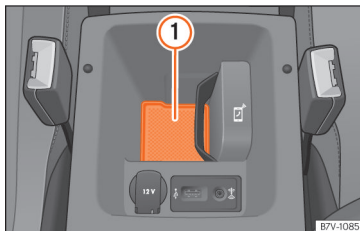

Abb. 232 Ablage in der vorderen Mittelarmlehne zur Anbindung des Mobiltelefons an die Außenantenne des Fahrzeugs.
Für die Anbindung an die Außenantenne des Fahrzeugs muss das Mobiltelefon auf der Ablagefläche » **Abb. 232** ① positioniert werden.